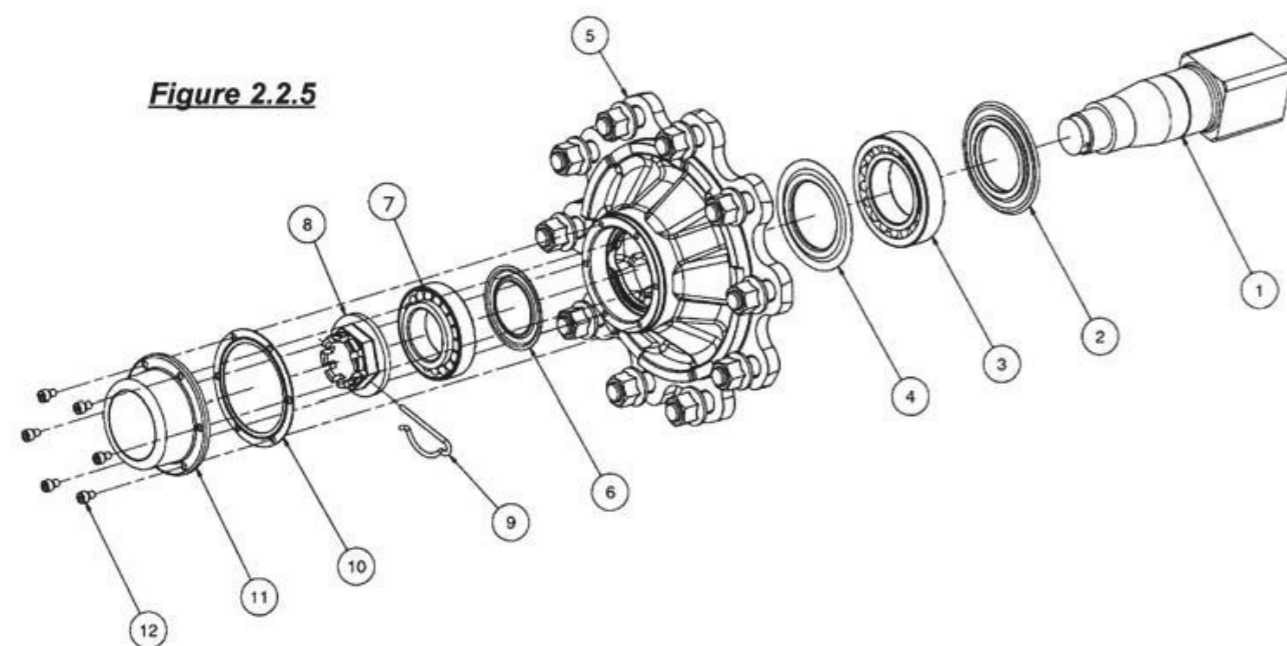

Рис. 5
3.2. **Регулировку подшипников ступиц колес** полуприцепа производить при появлении осевого люфта (стук, виляние) колес в следующем порядке (Рис. 5):